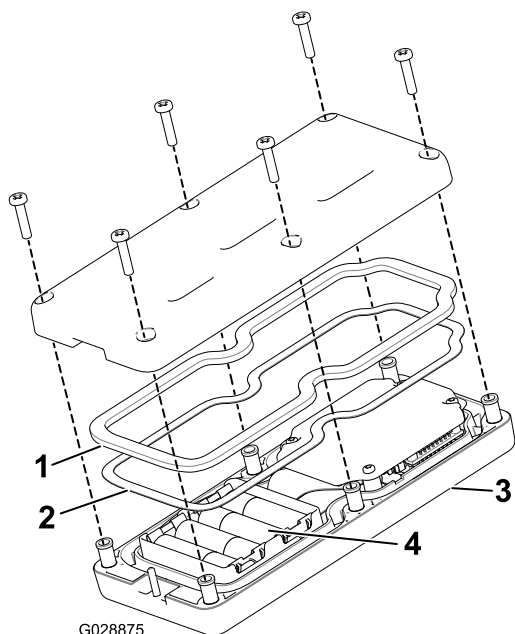

Figura 46
3. Togliete le 6 viti dalla parte posteriore del telecomando e togliete il coperchio (Figura 46).
5. Inserite ogni batteria nuova in un portabatteria rispettando la polarità. (Se le batterie sono inserite in modo scorretto, il dispositivo non riporta danni, ma non funziona.) Nel portabatteria sono marcati in rilievo i simboli della polarità di ogni terminazione (Figura 46).
6. Se avete rimosso accidentalmente la tenuta di gomma e la guarnizione in acciaio, riposizionatele accuratamente nel canale del telecomando (Figura 46).
7. Riposizionate il coperchio e fissatelo con le 6 viti precedentemente rimosse (Figura 46) e serratele a una coppia di 1,5-1,7 N m.